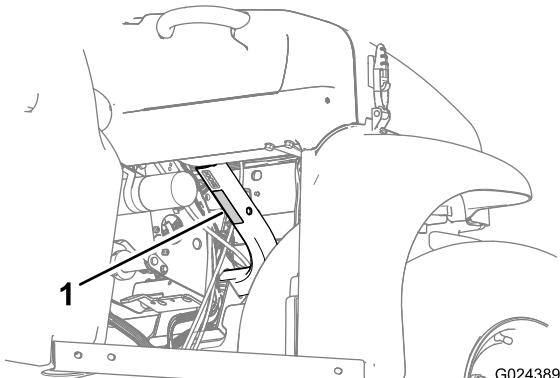

Рисунок 19
- Соблюдайте грузоподъемность машины и ограничивайте вес перевозимого в кузове груза, как описано в разделе Технические характеристики \(страница 21\) и на табличке полной массы машины (Рисунок 19).